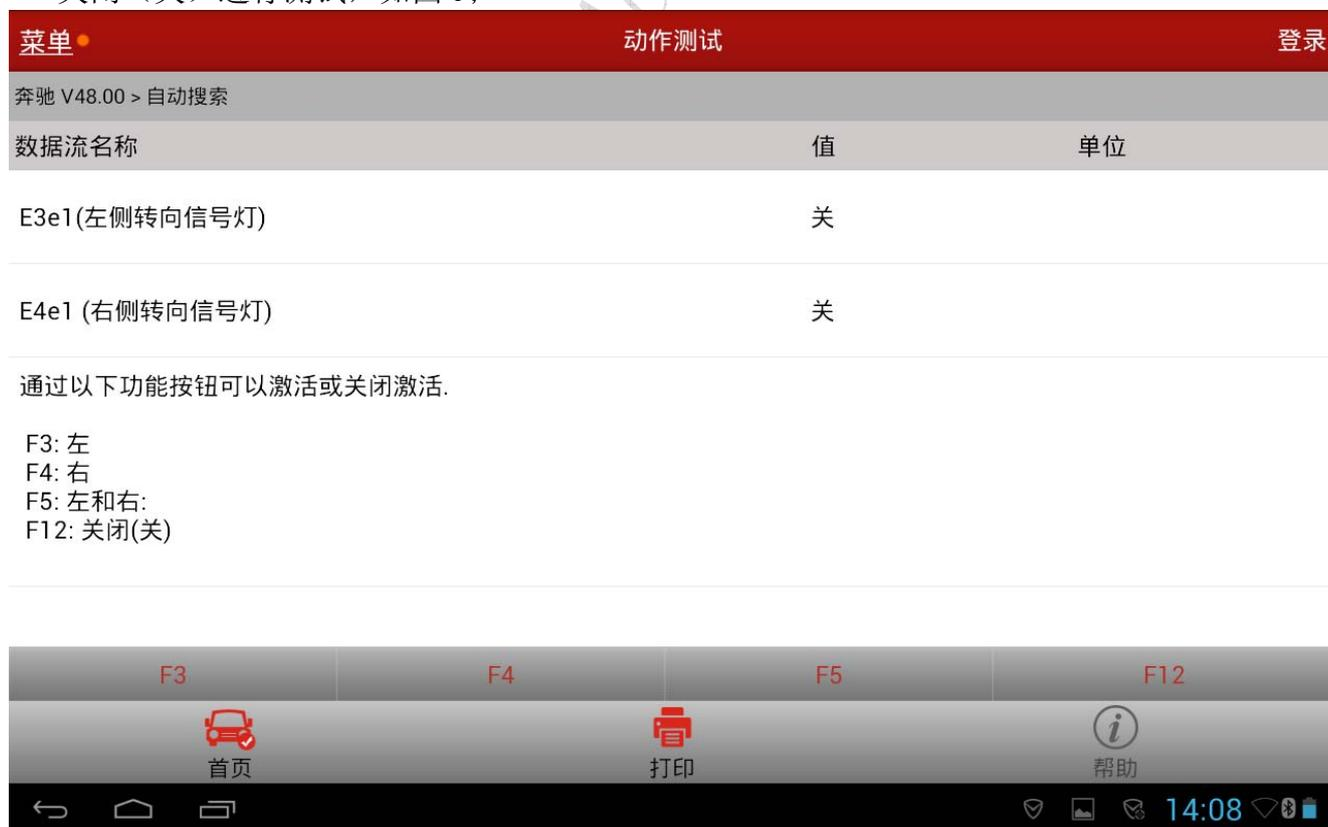

图 9
9). 选择“动作测试”的转向灯测试,依次点“F3”左;“F4”右;“F5”左和右;及“F12”关闭(关)进行测试,如图 9;